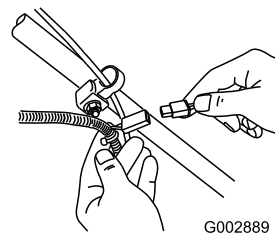

Рисунок 28
1. Подсоедините зарядное устройство к жгуту проводки газонокосилки, расположенному под ключом зажигания (Рисунок 28).